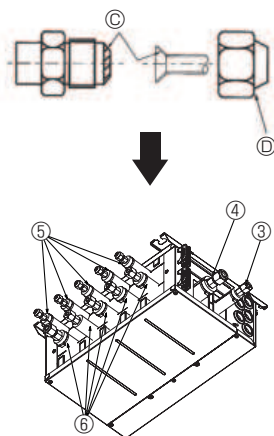

Fig. 7-2
- © Αλείψτε με λάδι ψυκτικού ολόκληρη (Fig. 7-2) τη διαπλευσμένη επιφάνεια.